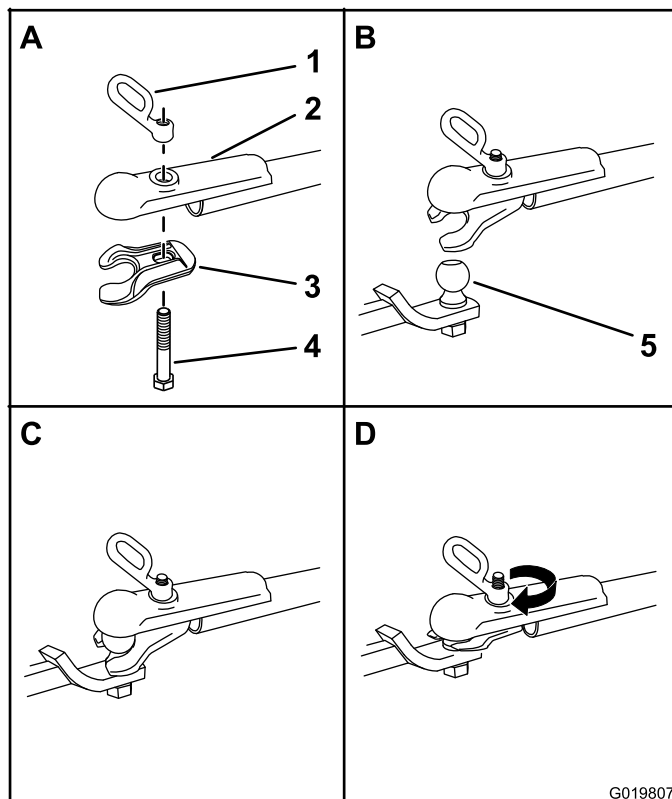

Figure 18
1. Appliquez du frein-filet sur les filetages du boulon du coupleur pour bloquer la poignée du coupleur en place (Figure 18).
3. Poussez le boulon du coupleur dans la chape et le haut du coupleur, puis fixez la poignée du coupleur au boulon (Figure 18).
5. Tournez la poignée du coupleur dans le sens horaire pour la visser sur le boulon jusqu'à ce qu'il soit bien fixé (Figure 18).